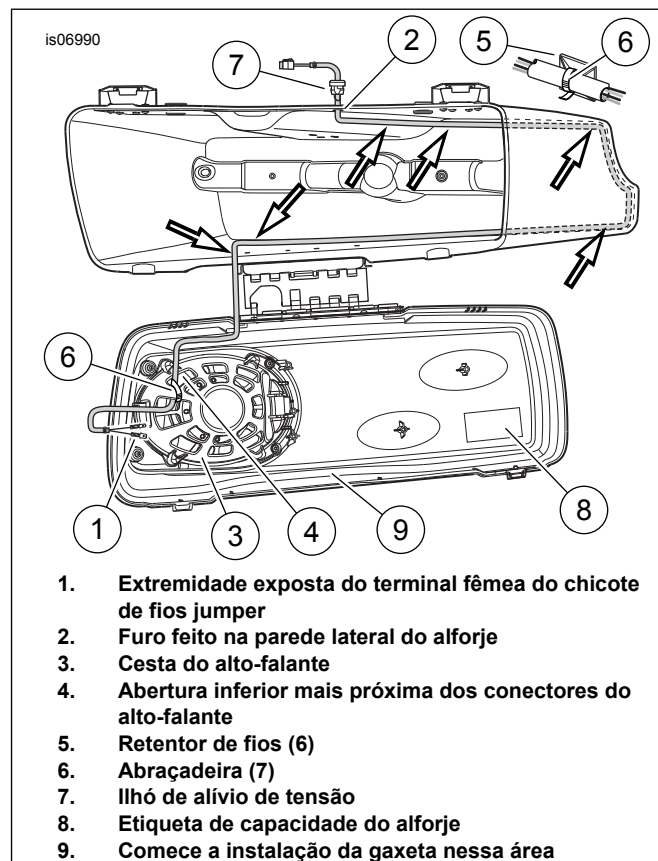

**Figura 3. Instalação dos coxins de espuma na dobradiça da trava do alforje (lado esquerdo exibido)**
Veja Figura 3. A dobradiça da trava do alforje é exibida com os pinos removidos para maior clareza.
15. Pegue dois coxins de espuma ( Figura 7, item 15 do kit. Corte uma peça ao meio, conforme exibido em Figura 3. Remova o forro da parte traseira adesiva do coxim **não cortado** e fixe no lado liso do segmento do conector da dobradiça (3). Remova a película da parte traseira adesiva de um coxim cortado e fixe no lado da dobradiça do segmento do conector da trava, conforme exibido.